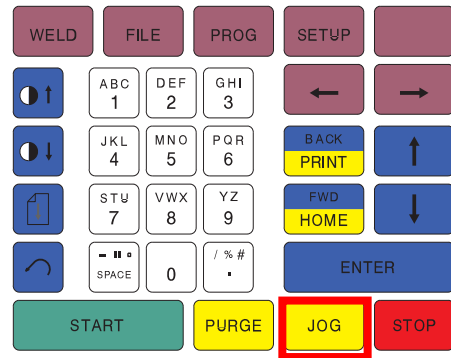
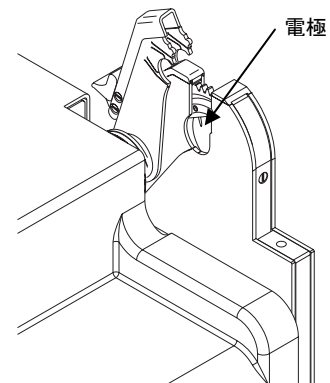

Figure 14 操作パネルの JOG(ジョグ)を押す
Figure 15 ローターを回転させて、電極を着脱可能な位置に移動
5. ウェルド・ヘッドを open(開)位置にした状態で、タングステン電極が Fig.15 に示した位置にくるまで操作パネルの JOG(ジョグ) (Fig.14 参照)を押します。